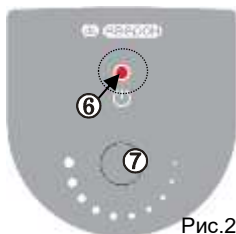

Рис.2
- Включение нагрева отображается светодиодом **(6)**, рис.2.